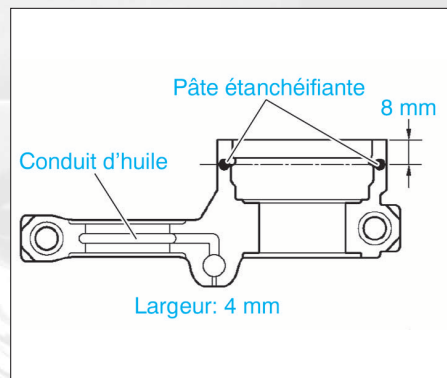

FIG. 76
- Nettoyer le plan de joint du chapeaux de palier d'arbre à cames n° 1 et appliquer un point de pâte d'étanchéité neuve d'une largeur de 1 mm aux endroits indiqués (fig. 76).